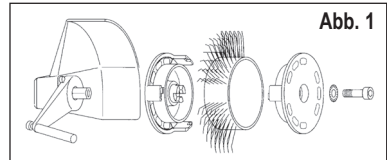
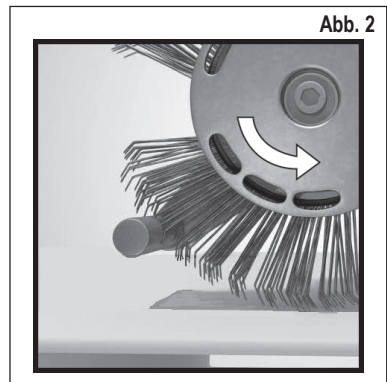

Abb. 1
Abb. 2
1. Stromversorgung unterbrechen und dann **MBX®** Bristle Blaster® Band 23 mm ordnungsgemäß mit dem entsprechenden Aufnahmesystem (Laufrichtung beachten) und der dafür vorgesehenen Fächerscheibe und Schraube am Werkzeug befestigen. **Siehe Abb. 1 und Abb. 2**
Verwenden Sie ein **MBX®** Band in der falschen Laufrichtung? – Richten Sie das Bürstenband so aus, dass es in die vorschrittmäßige Richtung läuft (siehe Kapitel 5, Inbetriebnahme, Abb. 2).